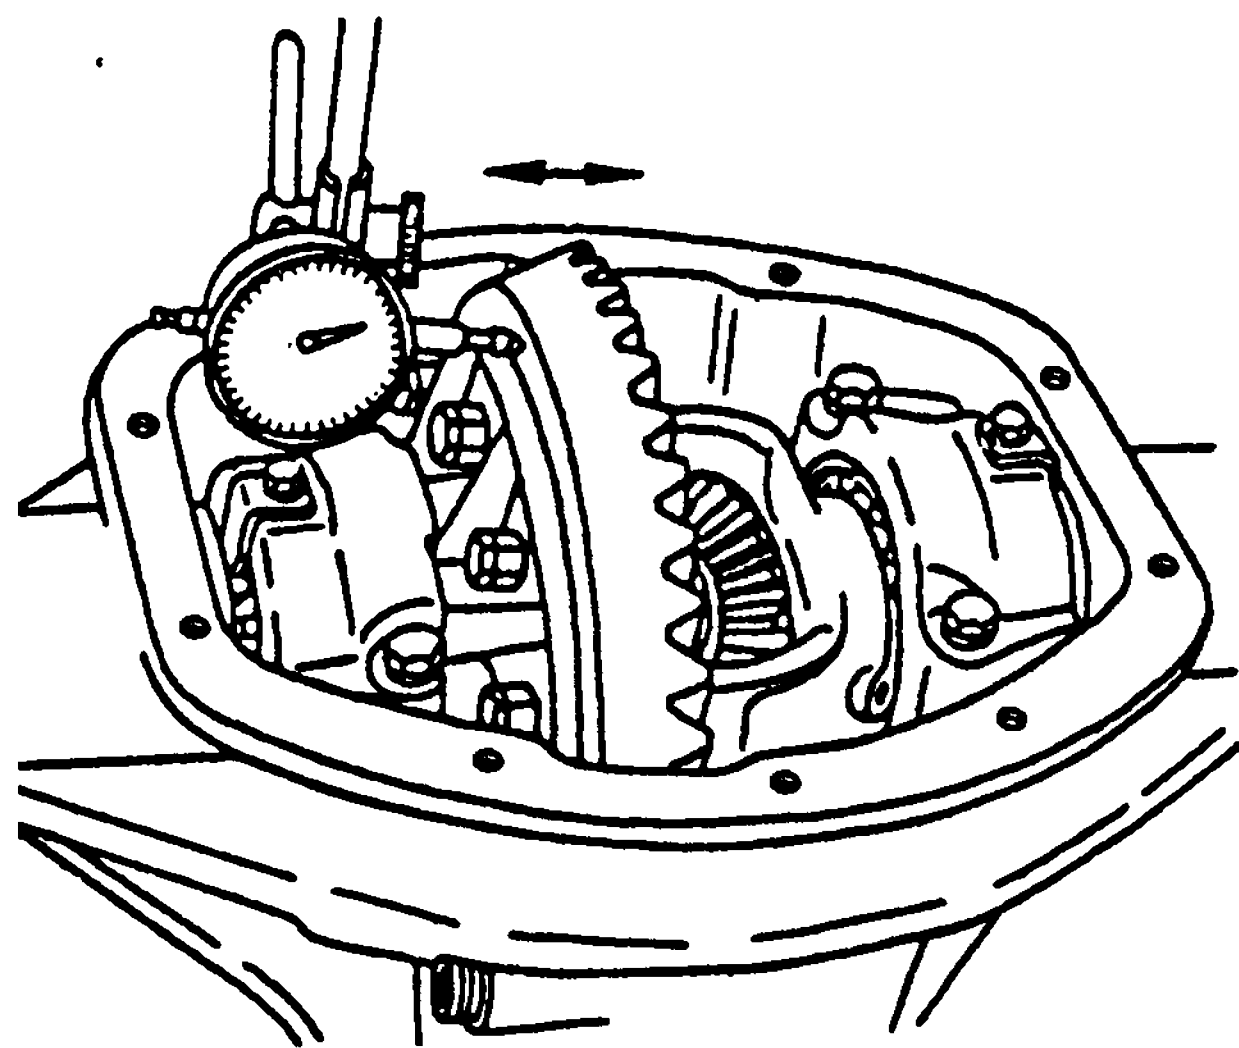

Рис. 7.51. Замер осевого люфта в подшипниках дифференциала
- установить индикатор, как показано на рис. 7.51;